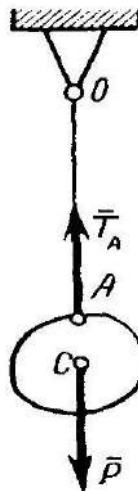

Рисунок 1
Таким образом, твердое тело является несвободным, если на это тело наложены связи. Например, висящее на гибкой нити тело будет несвободным (рис. 1), так как на него наложена связь в виде нити и оно не может перемещаться вертикально вниз по направлению вытянутой нити, не разорвав ее.
**Пример решения задачи:** Связь осуществляется посредством гибкого тела (нить, канат, и т. п.). Такая связь называется *гибкой*. Если на тело наложена гибкая связь, то сила реакции приложена к телу в точке прикрепления гибкой связи. Сила реакции гибкой связи направлена, вообще говоря, по касательной к связи в точке ее прикрепления к телу. В частности, сила реакции гибкой связи  $\vec{T}_A$  (рис. 1) может иметь линию действия – ось этой связи.